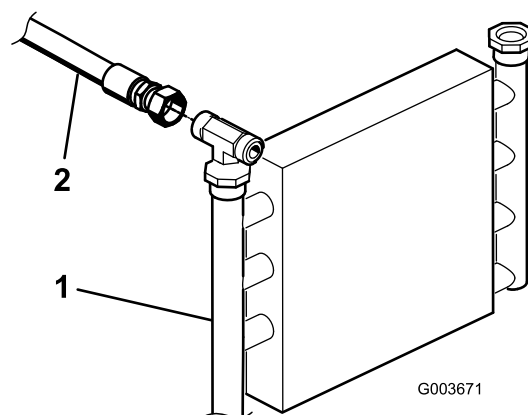
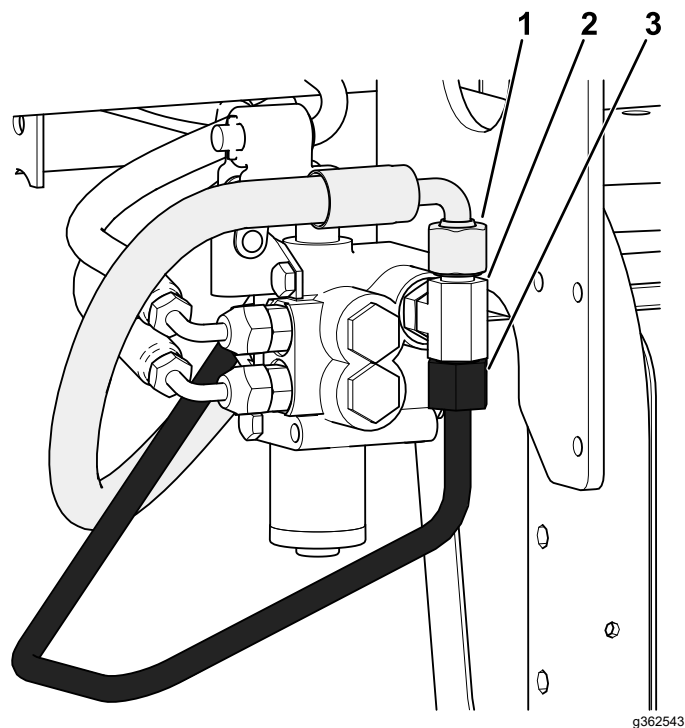

Figure 4
Figure 6
1. Trouvez le tube hydraulique qui relie le refroidisseur d'huile au distributeur de levage existant (Figure 4).
3. Débranchez et retirez le tube hydraulique qui relie le refroidisseur d'huile au distributeur de levage (Figure 4 et Figure 6).
- C. Débranchez le flexible hydraulique (144-1367) du raccord en T (340-94), comme montré à la Figure 6.